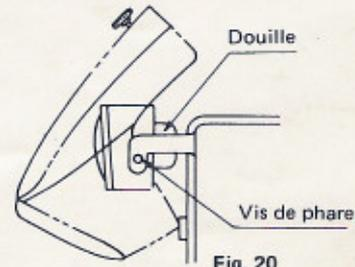

Fig. 20
**(8) Orientation du phare et échange de l'ampoule (fig. 20)**